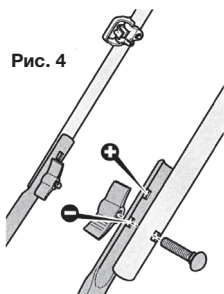

Рис. 4
5. Соедините верхнюю и нижнюю рукоятки с помощью болтов и барашков, выбрав удобную для Вас высоту из 2-х положений (рис. 4)